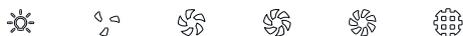

Fig. 19
6. ➔ È una spia di avviso pulizia filtro. Quando questa icona è accesa, i filtri in alluminio devono essere puliti. Per la pulizia dei filtri, vedere (Fig. 19). Dopo aver pulito i filtri del dispositivo, spegnere la spia di avviso di pulizia dall'applicazione mobile.